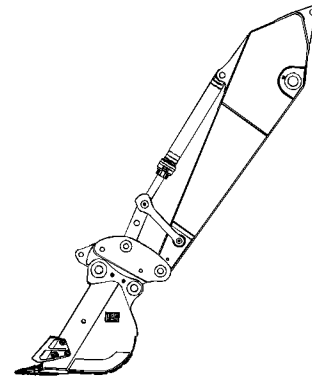

Ilustración 283
1. Cuando usa un acoplador rápido con sujetapasador hidráulico, se puede conectar un cucharón que esté en posición invertida. Observe la ilustración 283 para obtener un ejemplo de cómo conectar un cucharón que esté en posición invertida.